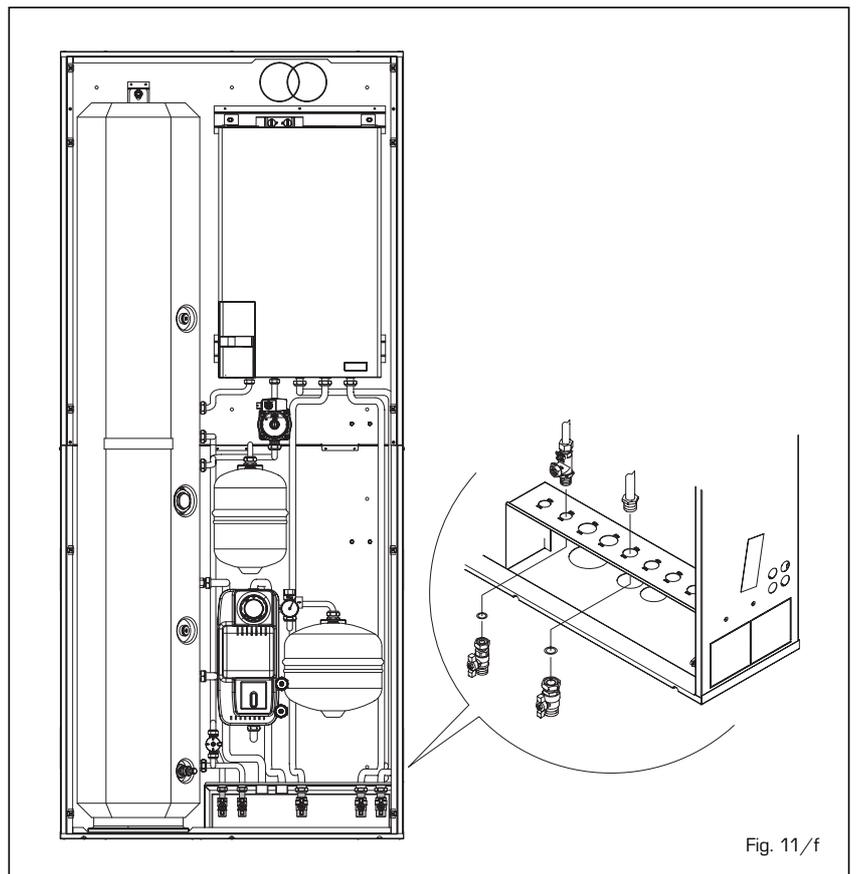

Fig. 11/f
**2.9.8 Sonde serpentino solare (S2), bollitore solare (ST) e collettore solare (S1) (fig. 11/g)**
Procedere al collegamento delle sonde serpentino solare (S2) e bollitore solare (ST) posizionandole come indicato in fig. 11/g. DOPO AVER INSERITO LA SONDA BLOCCARLA CON LA VITE.